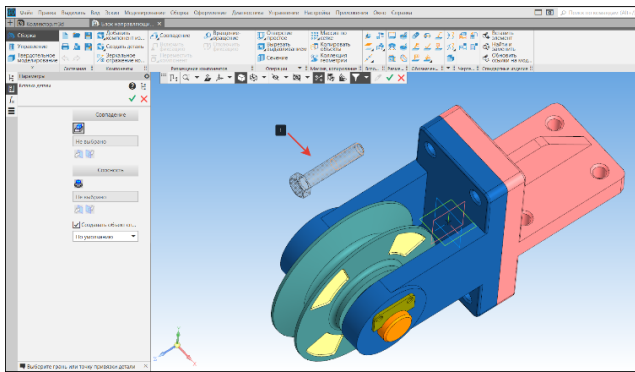

Рисунок 328 – Фантом стандартного изделия (болт)
• Фантом крепежного элемента (1) автоматически будет добавлен на графическое поле модели (Рисунок 328);